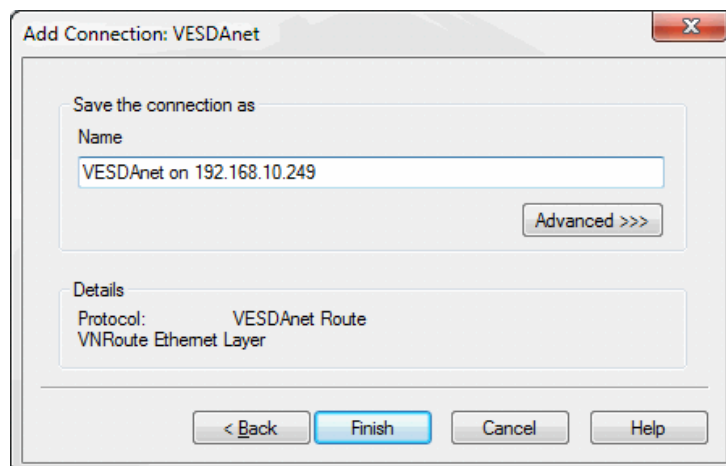

Figure 5-7: Saisir le nom de la connexion
3. Saisissez un nom pour la connexion ou acceptez le nom pré-défini, puis sélectionnez **Terminer** (Figure 5-7).